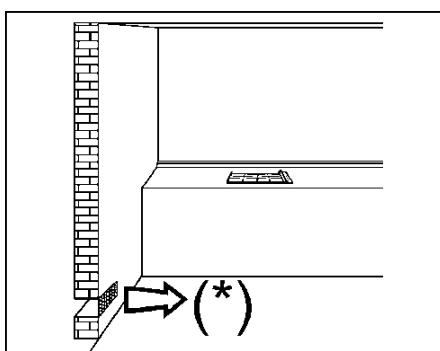
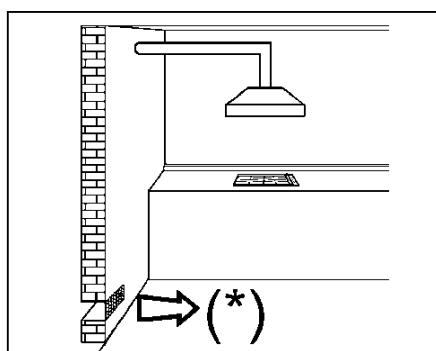
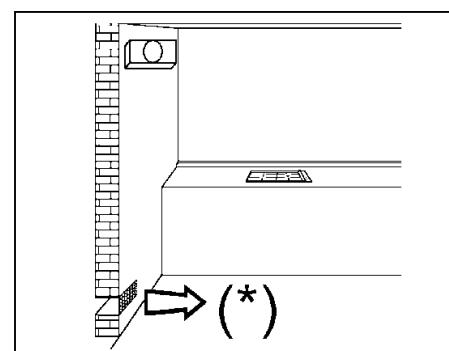

FIG. 3
FIG. 4
FIG. 5
- *el uso de un aparato de cocción a gas produce calor y humedad en el local donde está instalado. Es necesario, por lo tanto, asegurar una buena aireación del local manteniendo libre la abertura de ventilación natural (fig. 3) y activando el dispositivo de ventilación (campana de aspiración o electroventilador fig. 4 y fig. 5).*